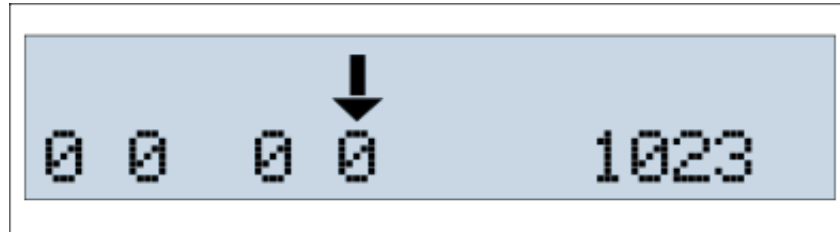

Рис.13
4. **1023(0)** или **4096(1)** - Режим изменения максимального значения соответствующего измеряемому уровню топлива (рис. 13).